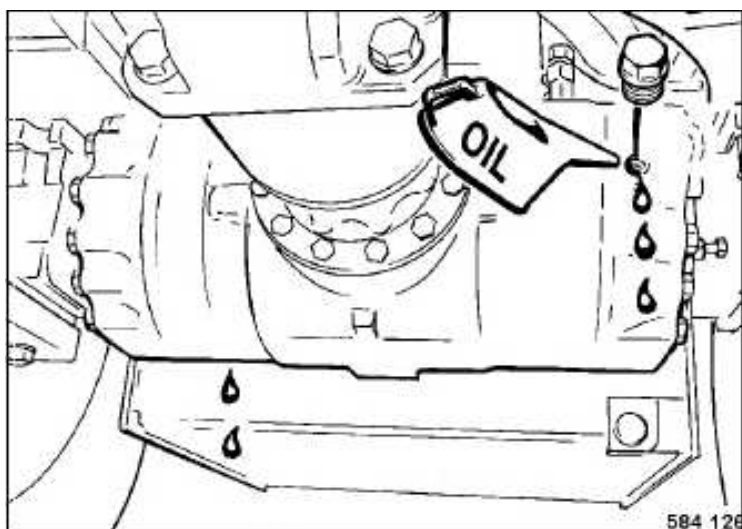

Fig. 139
- Cargar aceite por los taladros de control del nivel de aceite (Fig. 139) hasta el aceite se encuentra en la arista inferior del agujero.